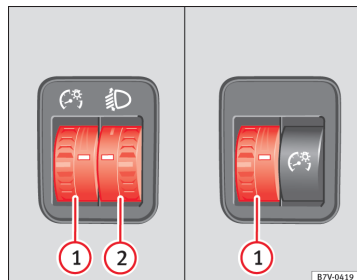

Fig. 62 Ved siden af rattet: indstillingshjul til instrument- og kontaktlys ① og til lyslængderegulering ②
① Instrument- og kontaktlys
Når lyset er tændt, kan lysstyrken på instrument- og kontaktlyset reguleres trinløst ved at dreje på regulatoren ⇒ Fig. 62 ①.
② Lyslængderegulering